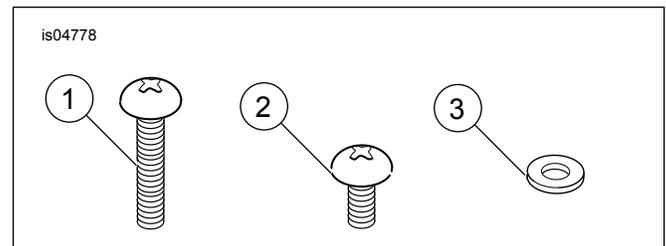

Abbildung 1. Ersatzteile: SCHALTERGEHÄUSE-HARDWARE-SATZ
Siehe Abbildung 1 und Tabelle 1.
3. Siehe Abbildung 1 >. Verwenden Sie für den oberen und unteren Kupplungshebel und die vorderen Bremshebelgehäuseklemmen Schrauben (1) mit Unterlegscheiben (3). Gemäß dem entsprechenden Werkstatthandbuch festziehen.
4. Verwenden Sie Schrauben (2) für die Schalterabdeckungsgehäuse. Gemäß dem entsprechenden Werkstatthandbuch festziehen.